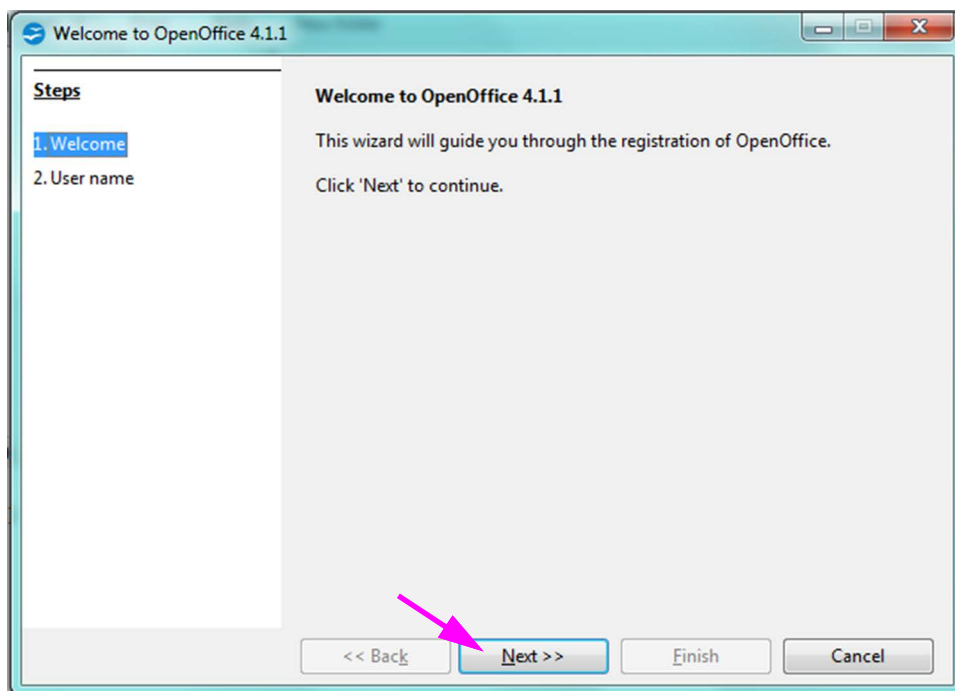

Figure D-2. Écran d'enregistrement d'AOO
2. Lors du démarrage initial d'AOO, un écran d'enregistrement s'affiche. Voir Figure D-2.